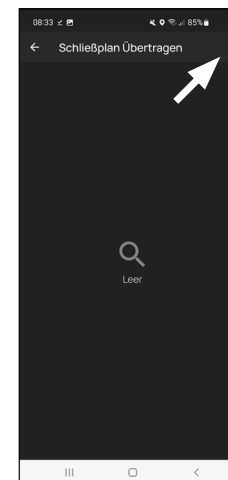

Abb. 1
- 2 Tippen Sie Sie auf das „+“ oben rechts (Abb. 1).
- 3 Wählen Sie den Zylinder aus, für den Sie Informationen übertragen wollen (I) (Abb. 2) und danach auf „Prog. Datei“ oben rechts (II) (Abb. 1).